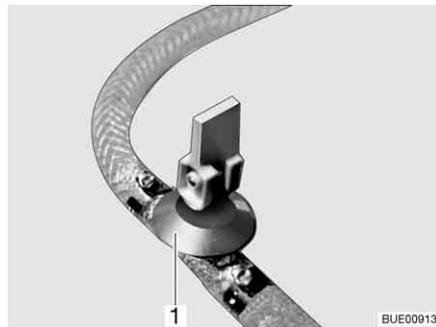
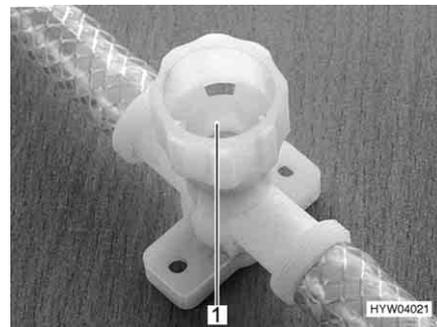

Bild 238 Ablasshahn (mit Kipphebel)
Bild 239 Ablasshahn (mit Drehkappe)
- Alle Ablasshähne schließen. Dazu den Kipphebel des Ablasshahns (Bild 238, 1) waagrecht stellen oder die Kappe des Ablasshahns (Bild 239, 1) im Uhrzeigersinn drehen.